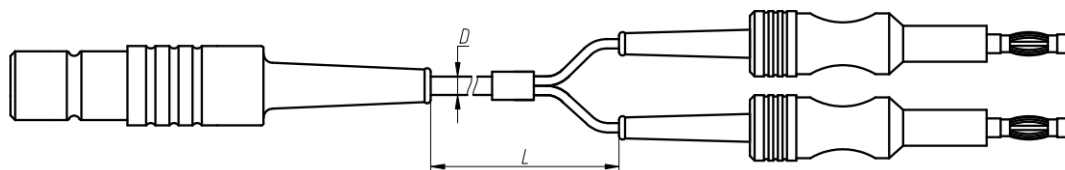

Fig.9 Diagrama do Cabo Bipolar
H. A estrutura de contorno do Cabo Bipolar é mostrada na Fig. 9 e na Tabela 9.